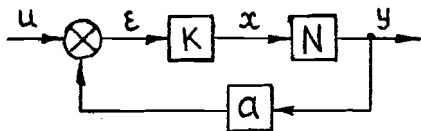

Рис.9
13. Постройте график $y = y(u)$ для системы с положительной обратной связью (рис. 9), если нелинейность N имеет вид